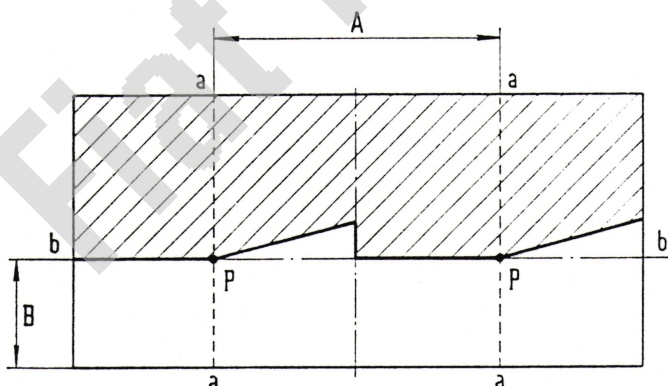

Abb. 86. - Einstellschema für die Scheinwerfer.
Gemäss Abb. 86 zeichnet man auf den Schirm zwei senkrechte Linien a-a mit dem Abstand A = 1245 mm gemäss dem Abstand der Scheinwerfermitten. Diese Linien müssen einen gleichen Abstand von der Senkrechten am Schirm haben, die lotrecht zur Wagenlängsachse steht.
Dann wird die waagrechte Linie b-b in Höhe B vom Boden ab laut Abbildung 86 gezeichnet.
- die waagrechte Trennlinie zwischen dunklem und hellem Feld der Linie b-b entspricht (Abb. 86).